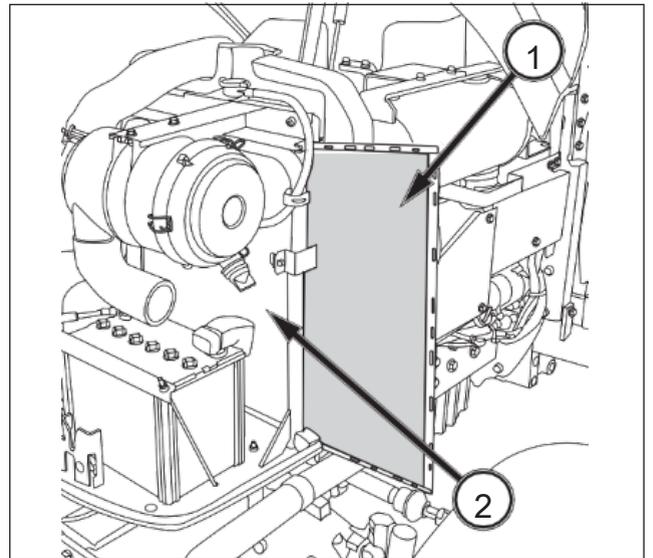

FIG. 108
FIG. 108: Limpieza de la rejilla del radiador. Cuando el tractor se utiliza en los campos o por la noche, la rejilla del radiador se puede taponar debido a la hierba, la paja, los insectos u otros escombros. Aparque el tractor en un suelo plano y abra el capó. Extraiga la rejilla del radiador (1) y límpiela.